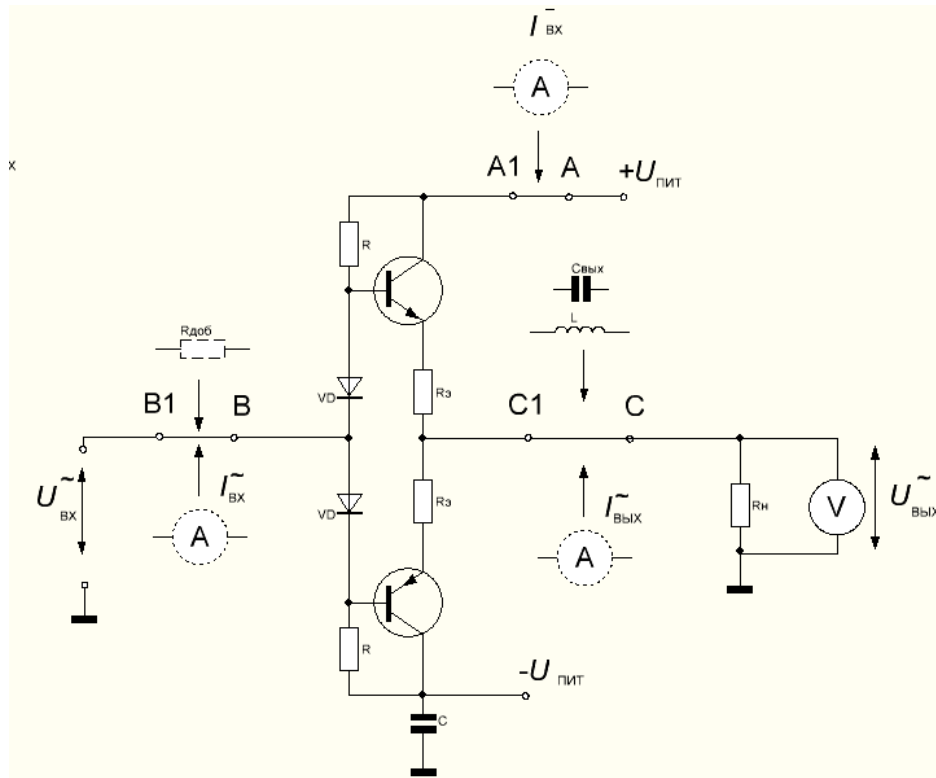

Рис. 10.6
- Соберите цепь двухтактного усилителя (Рис. 10.6). Номиналы элементов представлены в таблице 5.2. Используйте выпрямительные диоды типа КД226.